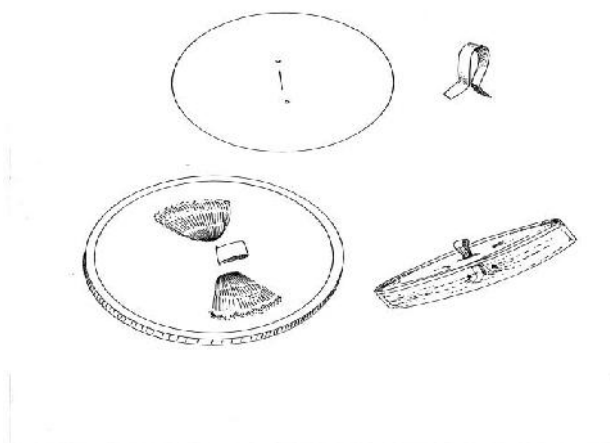

Figura 1.2
- 2.1 En un disco de papel filtro, hacer una ranura en el centro y pasar por la ranura un pie de papel doblado a la mitad. Observar la figura 1.2